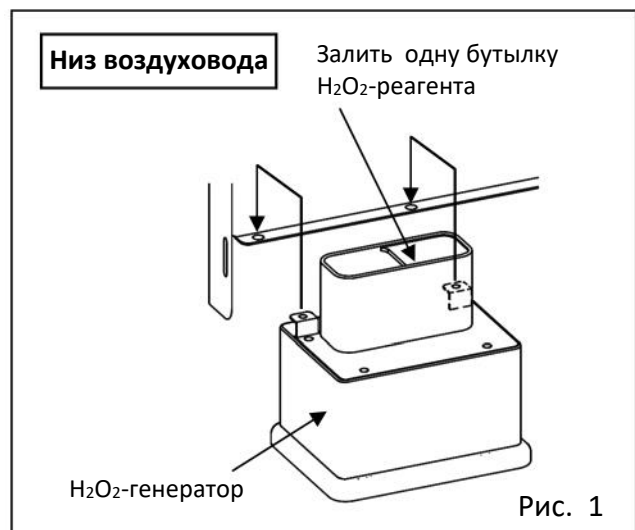

Рис. 1
5. Залейте в H₂O₂-генератор МСО-НР-PW одну бутылку обеззараживающего H₂O₂-реагента (МСО-H₂O₂-РЕ) (Рис. 1).
6. Установите два штифта H₂O₂-генератора в два отверстия в нижней левой части воздуховода (Рис.1).
10. Убедитесь, что воздуховод, вентилятор и H₂O₂-генератор надежно прикреплены (см. Рис. 1 – 3 на стр. 88). После этого закройте внутреннюю и внешнюю дверцы.